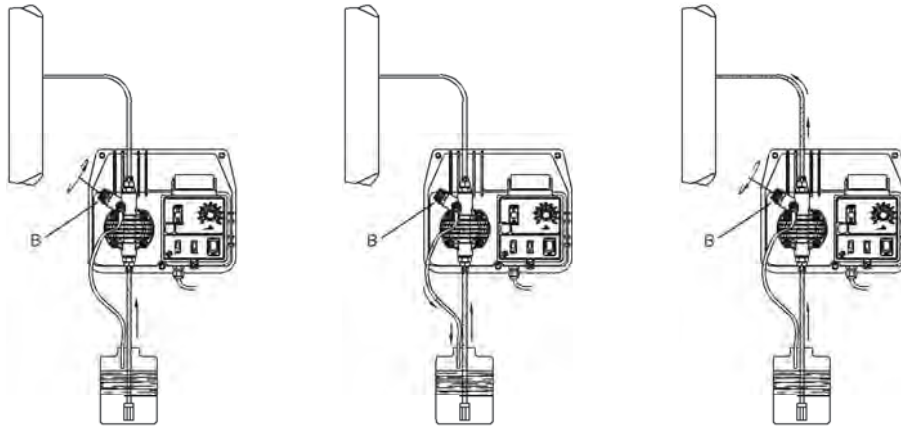

Fig. 8
f. Engrenage de la pompe : si la pompe est équipée d'une soupape de vidange raccorder le tube de refoulement et suivre la séquence illustrée dans la fig. 8.